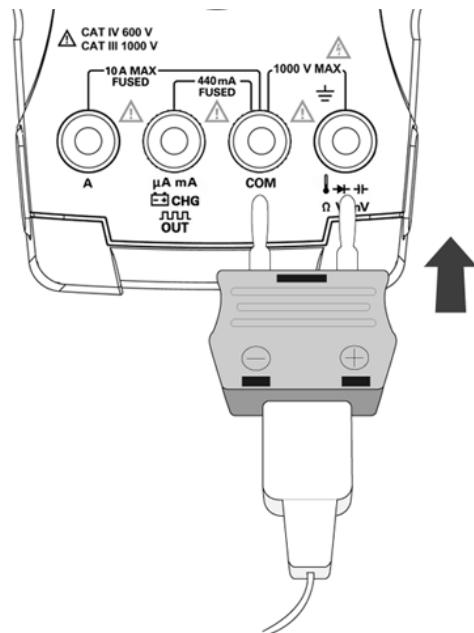

图 2-14 将连接了适配器的探头连接到万用表
- 3 按图 2-14 所示, 将连接了此适配器的热探头连接到万用表输入端子。